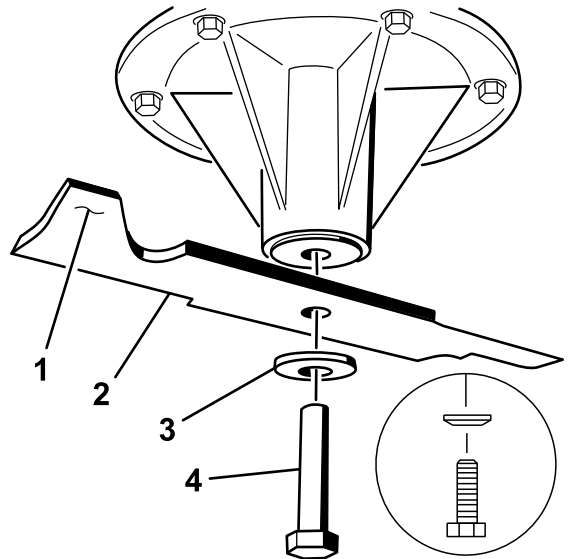

Figure 97
1. Placez la lame sur l'axe (Figure 97).
2. Mettez en place la rondelle élastique et le boulon de la lame (Figure 97).
Remarque: Le cône de la rondelle élastique doit être dirigé vers la tête du boulon (Figure 97).